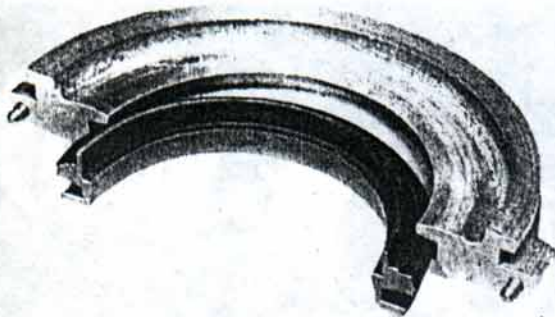

Fig. 82. — Retén superior empaquetadura Víctor.
- 6) Colocar las empaquetaduras nuevas en el block retén, cuidando de orientar el borde recto de la empaquetadura hacia el interior del cárter. (Fig. 82).